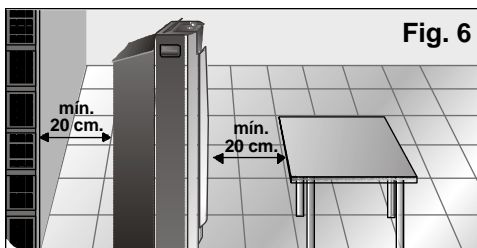

Fig. 6
- Av sikkerhetsgrunner skal anlegget stå i en avstand på minst 20 cm fra enhver nærliggende flate, Fig. 6.